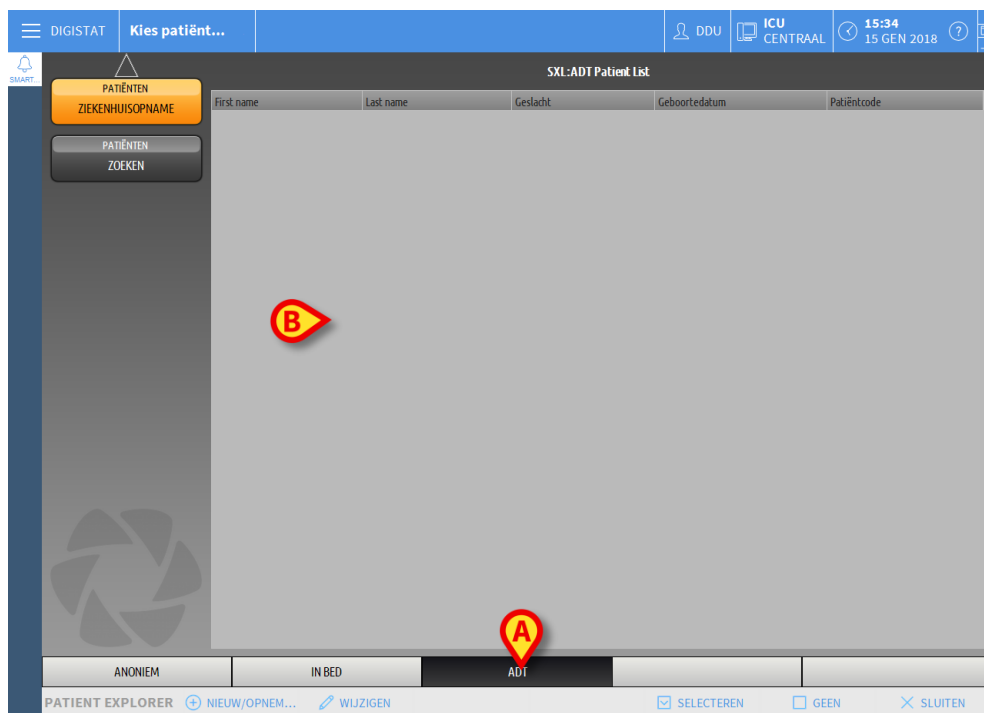

Fig 101
- Klik op de toets ADT op de werkbalk (Fig 101 A).